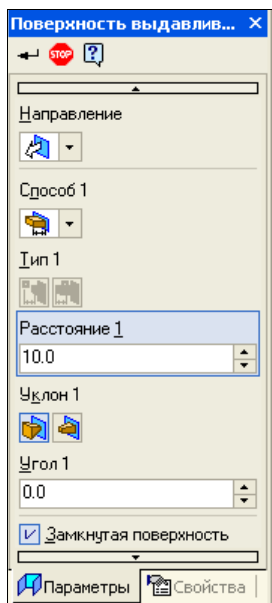

Рис. 24.2. Панель свойств: Поверхность выдавливания
- ◆ на панели инструментов **Поверхности** нажмите кнопку **Поверхность выдавливания** . Появилась Панель свойств: Поверхность выдавливания (рис. 24.2). Она имеет две вкладки: **Параметры** и **Свойства**. Элементы управления этих вкладок вам знакомы по Панели свойств: Элемент выдавливания (см. урок 17). На Панели свойств: Поверхность выдавливания на вкладке **Параметры** в окне **Расстояние 1** введите числовое значение 20. В окне модели вы видите фантом будущей поверхности;